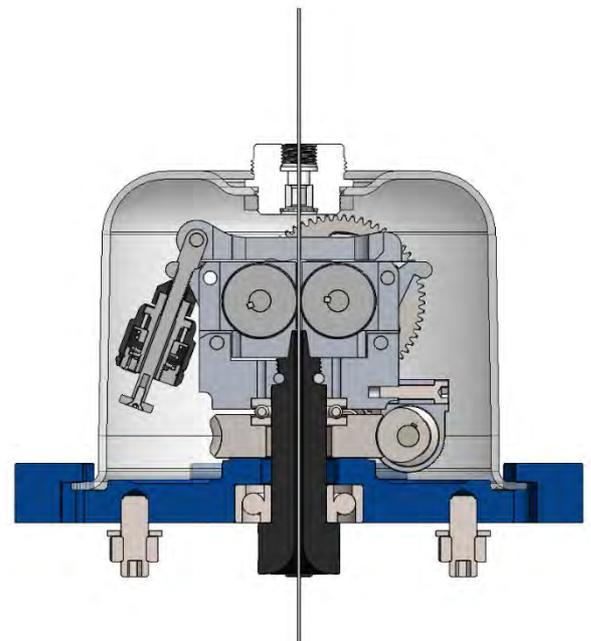

Abbildung 21
7. Positionieren Sie die Abdeckung wie im vorherigen Absatz beschrieben und achten Sie dabei darauf, den Draht durch die obere Abdeckungsöffnung zu führen. (Abbildung 21);